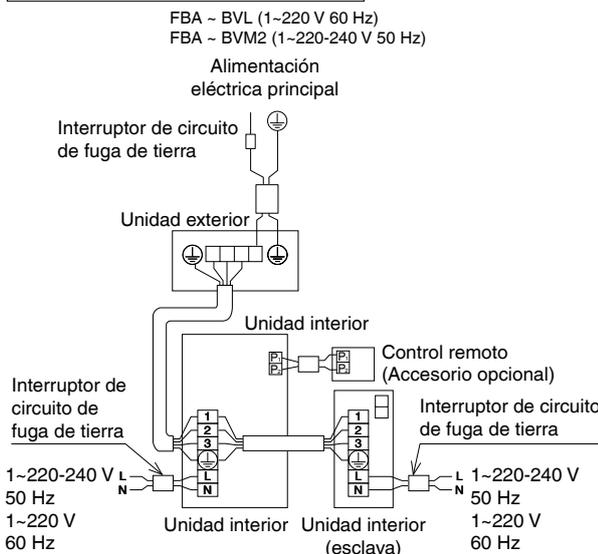

Fig. 29
- Sistema de operación simultánea:** Un control remoto controla 2 unidades interiores (2 unidades interiores operan igualmente). (Consulte la Fig. 29)